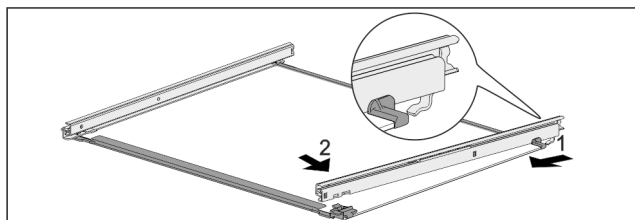

Fig. 53 Стъклена плоча с релси
- ▶ Закачете релсата отзад. Fig. 53 (1)
- ▶ Фиксирайте релсата отпред. Fig. 53 (2)